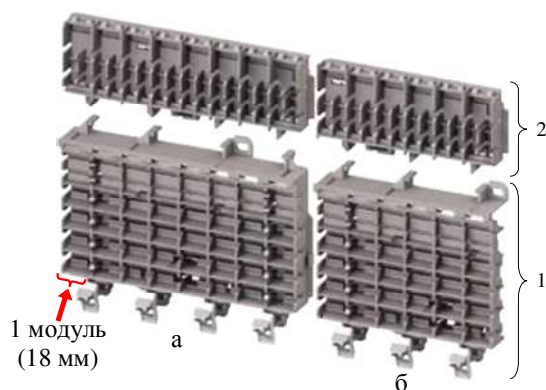

Рис. 1. Восемь (а) и шести (б) модульные шасси основной (1) и дополнительной (2) шинной системы Smissline
**Обзор составляющих компонентов системы Smissline. Шасси и шины.** Изоляционным основанием, на котором размещаются все элементы системы Smissline, является так называемое шасси модульного типа, состоящее из шести (108 мм) или восьми (144 мм) модульных элементов (рис. 1); толщина каждого модуля составляет 18 мм.